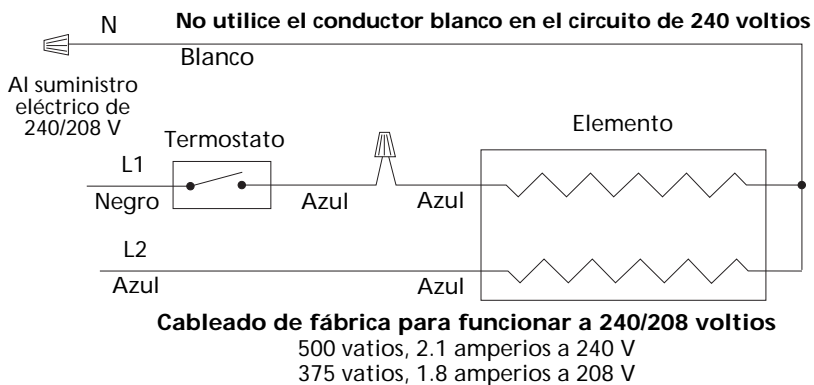

Figura 3
3. Para operar el calentador a una tensión de 208 a 240 voltios, conecte los conductores de suministro eléctrico al calentador de acuerdo con el diagrama de cableado mostrado en la Figura 3. **NO UTILICE EL CONDUCTOR BLANCO MARCADO CON LA LETRA "N" PARA HACER LA CONEXION PARA 208 A 240 VOLTIOS.**